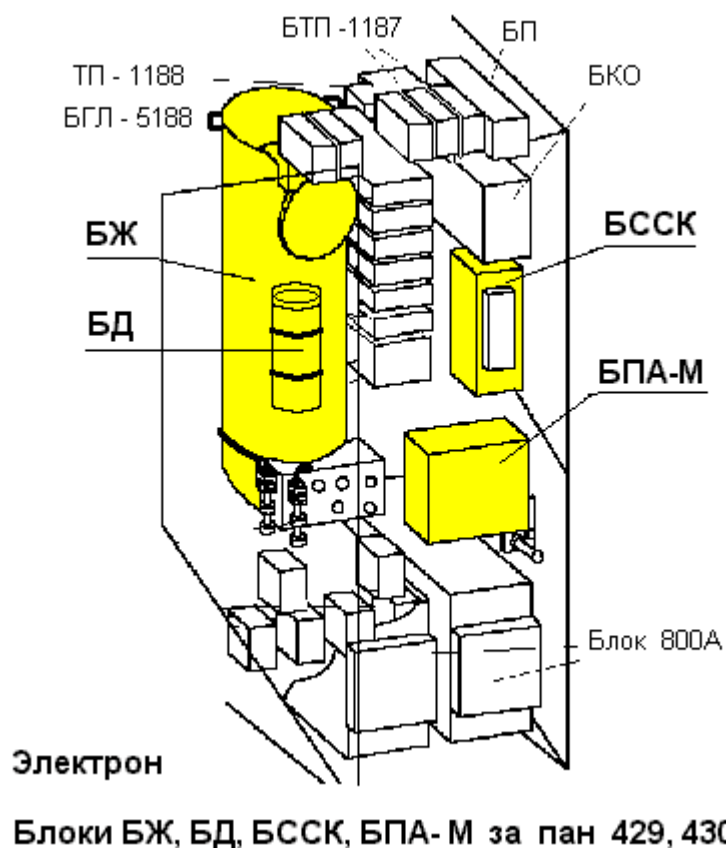

Рис. 3.1.-1. Размещение блоков системы Электрон-ВМ
Размещение блоков рис. 3.1.-1.
2. Установить БПА-М на штатное место (рис. 3.1.-1.)